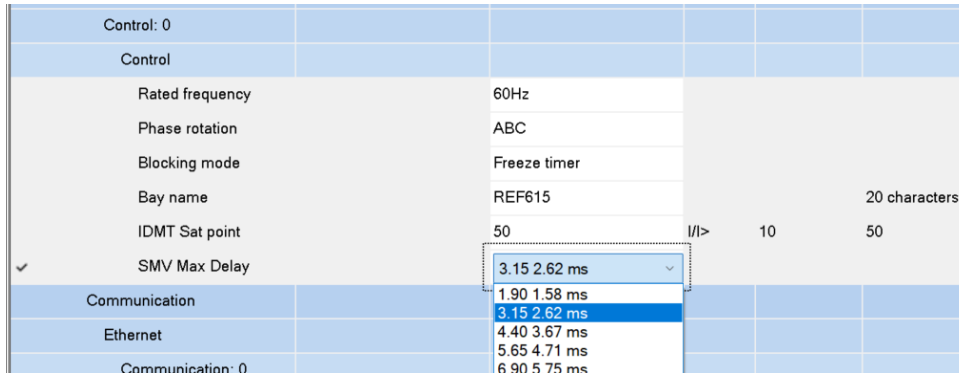

Imagen 383_Configuración de tiempo máximo de SMV para REF615.
5.2.40 Posteriormente iremos a la ruta “Control:0 - Control - SMV Max Delay” y seleccionamos la opción “3.15 2.62 ms” como se observa en la **Imagen 383**.